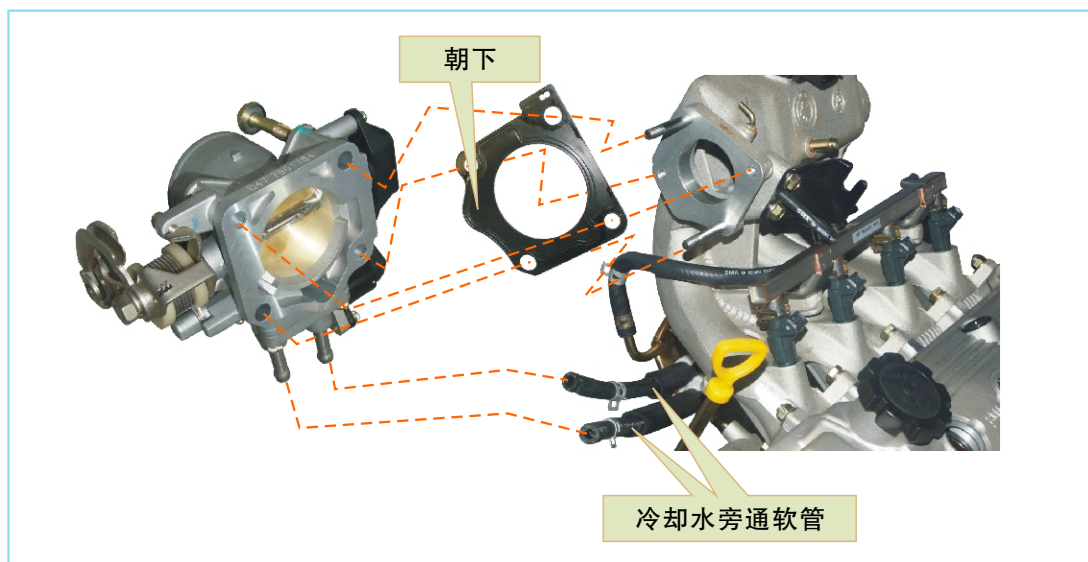

图2-142 在节气门体上装新垫片并连接冷却水旁通软管
①在进气歧管侧向口上安装新的垫片（图2-142），垫片凸边向下。